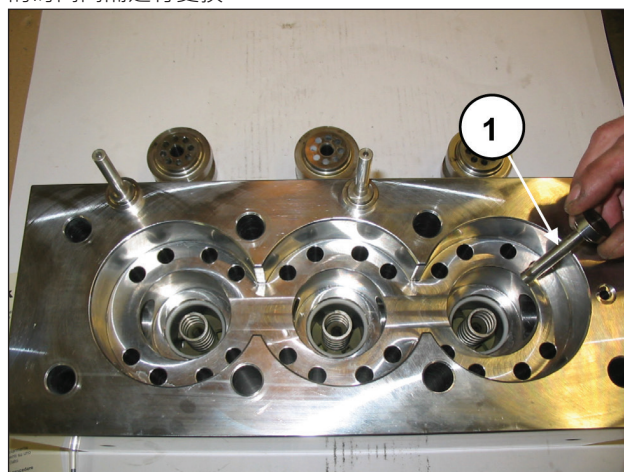
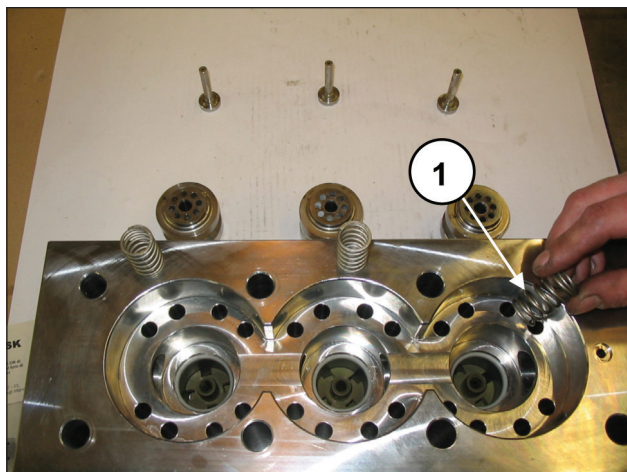
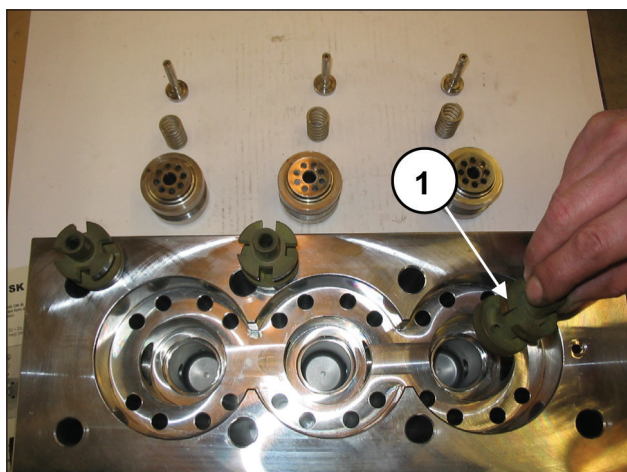

图 117
图 118
图 119
取出排出盘 (①·图 117)、相应的导承 (①·图 119)以及相应的弹簧 (①·图 118)，检查它们的磨损状况，如有必要则更换，不过也须按照《使用和保养手册》第11章所示的时间间隔进行更换。